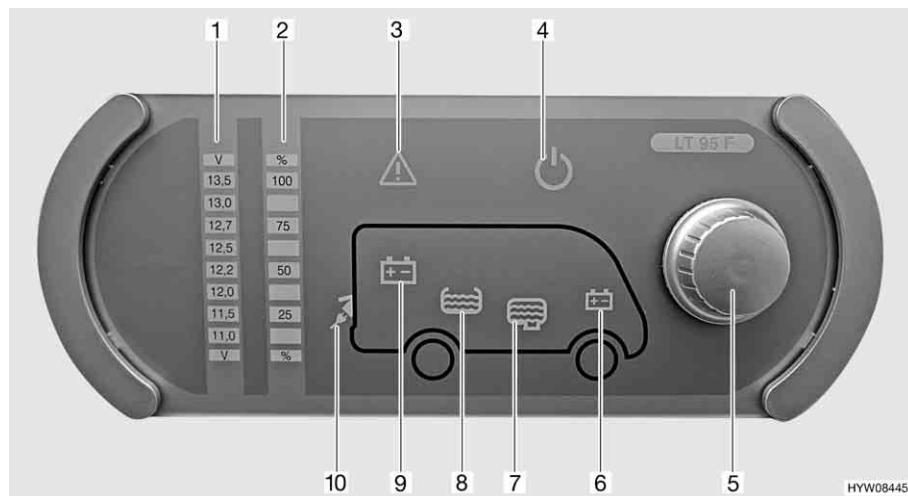

Fig. 61 Pannello di controllo (LT 95)
Il pulsante a rotazione (Fig. 61,5) inserisce o disinserisce il pannello di controllo e l'alimentazione a 12 V dell'abitacolo.
**Accensione:** ■ Premere il pulsante a rotazione (Fig. 61,5): L'alimentazione a 12 V dell'abitacolo è inserita. La spia di controllo a 12 V (Fig. 61,4) diventa verde.
**Spegnimento:** ■ Premere il pulsante a rotazione (Fig. 61,5): L'alimentazione a 12 V dell'abitacolo è disinserita. La spia di controllo a 12 V (Fig. 61,4) si spegne.
Mediante il pulsante a rotazione (Fig. 61,5) si possono interrogare sia la tensione della batteria dell'abitacolo che la tensione della batteria di avviamento. La tensione viene visualizzata sulla scala indicatore per la tensione della batteria (Fig. 61,1).
- Ruotare il pulsante a rotazione (Fig. 61,5), finché si accende il simbolo della batteria della quale deve essere interrogata la tensione.
Viene indicata la tensione della batteria dell'abitacolo (Fig. 61,9)
Viene indicata la tensione della batteria di avviamento (Fig. 61,6)
- Leggere la tensione sulla scala indicatore della tensione della batteria (Fig. 61,1).
Mediante il pulsante a rotazione (Fig. 61,5) si possono interrogare sia il livello del serbatoio dell'acqua che il livello del serbatoio delle acque grigie. Il livello viene visualizzato sulla scala indicatore livello dei serbatoi (Fig. 61,2).
*Indicazione:* ■ Ruotare il pulsante a rotazione (Fig. 61,5), finché si accende il simbolo del serbatoio del quale deve essere interrogato il livello.
Viene indicato il livello del serbatoio dell'acqua (Fig. 61,8)
Viene indicato il livello del serbatoio delle acque grigie (Fig. 61,7)
■ Leggere il livello sulla scala indicatore del livello serbatoio (Fig. 61,2).
La spia luminosa Alarm (Fig. 61,3) lampeggia non appena i valori limite fissati vengono superati per eccesso o per difetto.
**Allarme batteria** La spia luminosa Alarm (Fig. 61,3) lampeggia non appena la tensione della batteria scende al di sotto di 11 V. Se l'alimentazione a 12 V è accesa, si accende anche il relativo simbolo della batteria (Fig. 61,6 o 9), e l'indicatore "11,0" sulla scala indicatore della tensione della batteria (Fig. 61,1) lampeggia. Rischio di uno scaricamento totale della batteria.
La spia luminosa Alarm (Fig. 61,3) lampeggi ed il relativo simbolo del serbatoio (Fig. 61,7 o 8) si accende non appena il serbatoio dell'acqua è vuoto o il serbatoio delle acque grigie è pieno.
La spia di controllo a 230 V (Fig. 61,10) si accende quando all'ingresso della centralina elettrica è presente una tensione di rete.